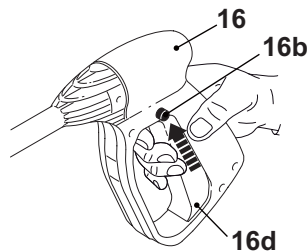

Fig. 14, verrouillage activé; la gâchette est bloquée en position arrêt
1. Appuyez sur le bouton d'activation (16b) pour verrouiller la gâchette quand l'appareil n'est pas utilisé, avant de le poser et avant de le laisser sans surveillance (Fig. 14).
**Remarque:** Le pistolet (16) comporte un système de verrouillage permettant d'éviter que la gâchette (16d) ne soit actionnée accidentellement. Verrouillez la gâchette quand l'appareil n'est pas utilisé, avant de le poser et avant de le laisser sans surveillance (Fig. 14).